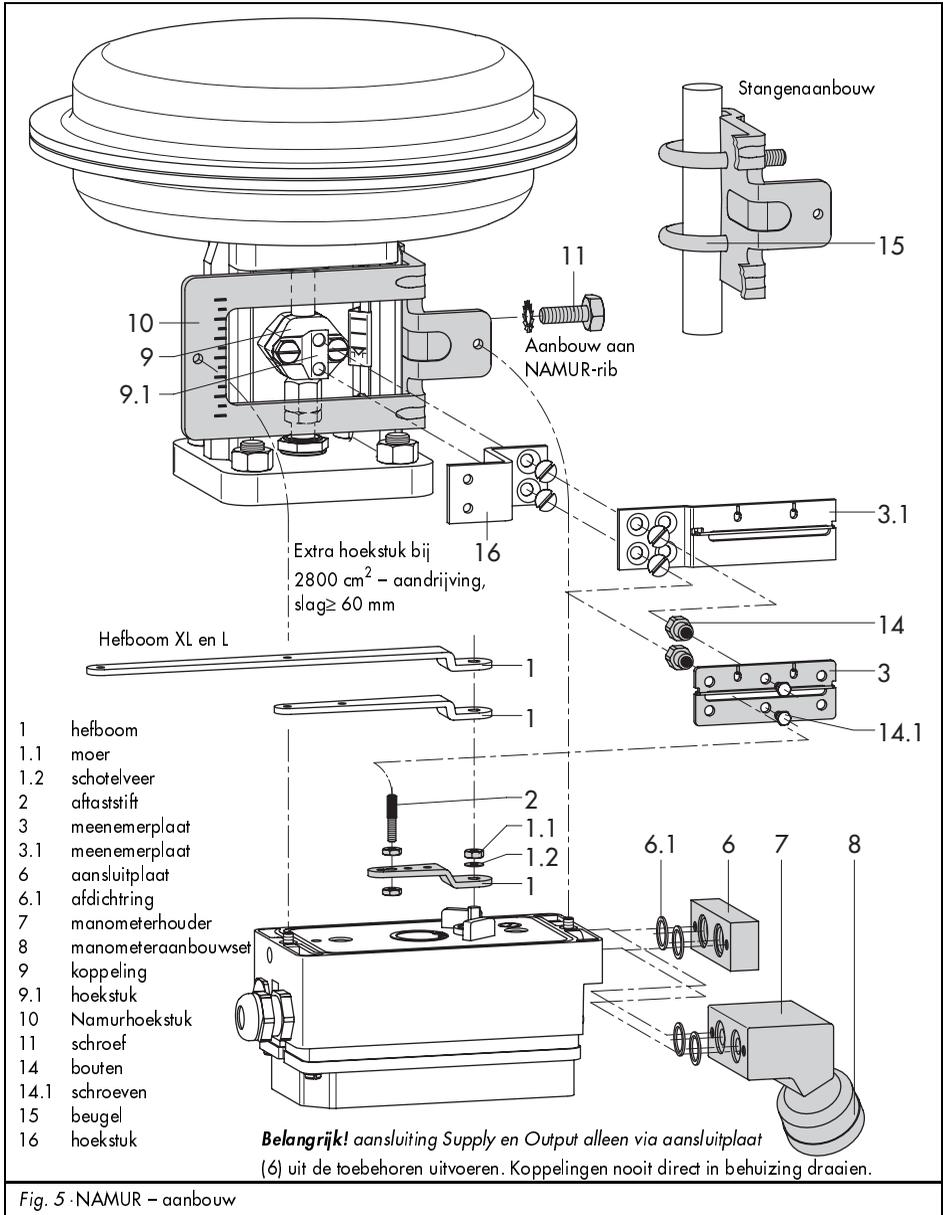

Fig. 5 - NAMUR - aanbouw
Voor de pneumatische aansluiting moet afhankelijk van de gekozen toebehoren een aansluitplaat (6) of een manometerhouder (7) op het huis worden geschroefd. Let daarbij op de juiste positie van de afdichtingsringen (6.1, zie fig. 5, rechtsonder).